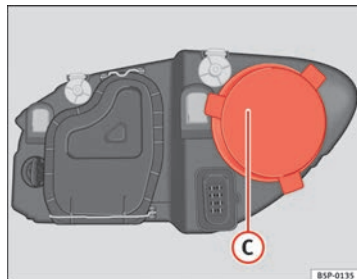

Fig. 182 Luz de carretera
- Retire la tapa ⇒ fig. 182 C tirando de la misma.